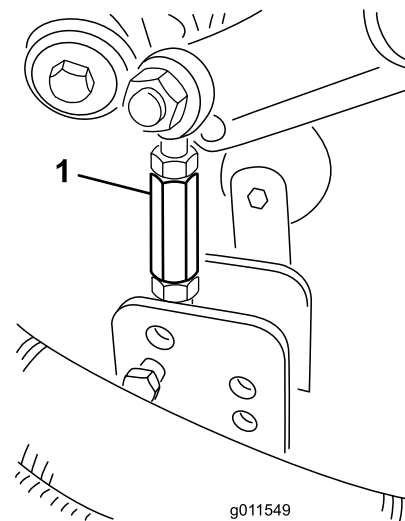

Figura 25
- Togliete le coppiglie ed i perni con testa che fissano le connessioni dell'ammortizzatore alle staffe del piatto di taglio (Figura 25).